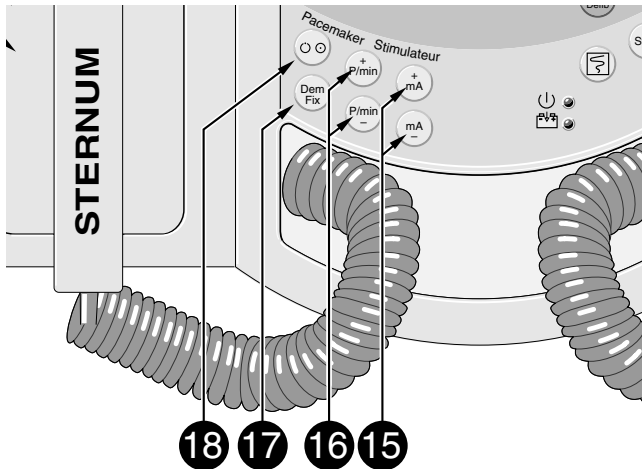

Bild 10-7. Bedienungselemente des Schrittmachers
- \* Schalten Sie den Schrittmacher mit Taste  ein (18, Bild 10-7). Das Gerät wählt beim Einschalten automatisch die Betriebsart Demand und eine Impulsfrequenz von 60 P/min (konfigurierbar).